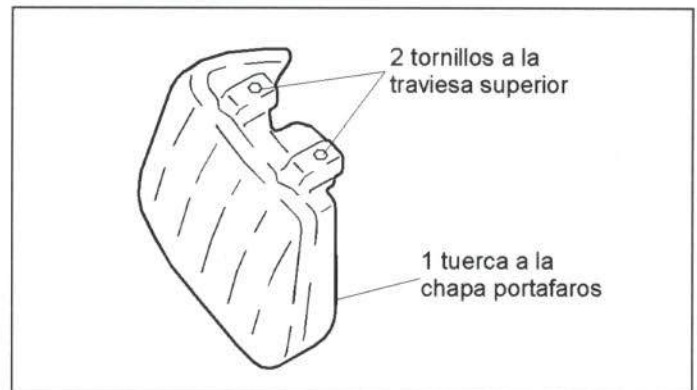

Figura 15.- Unión del faro delantero
En la figura 15 se muestra la unión de este elemento con el resto de la carrocería.
- Faros (figura 15).